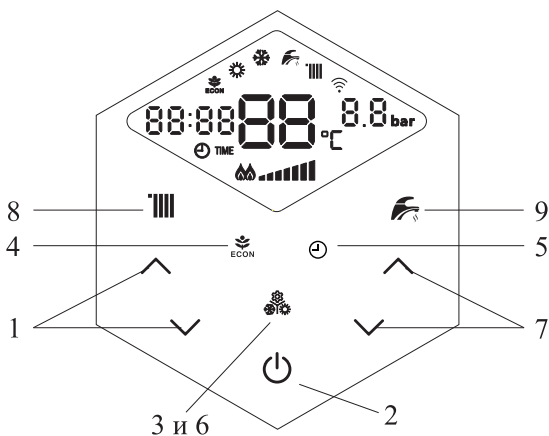

Рис. 4
3.9.1 Вид панели управления модели с жидкокристаллическим дисплеем (рис. 4, табл.3)